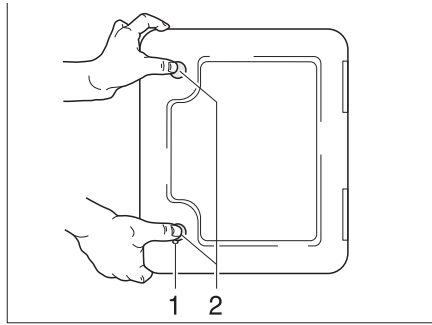

Bild 142 Lucka för Thetford-kassetten
Luckan till Thetford-kassetten (Bild 142) är placerad på fordonets utsida.
- Stick in nyckeln i låscylindern i trycklåsets (Bild 142,1) och vrid den ett kvarts varv medurs.
- Tryck samtidigt in de två trycklåsen (Bild 142,2) med tummarna och öppna luckan för Thetford-kassetten.